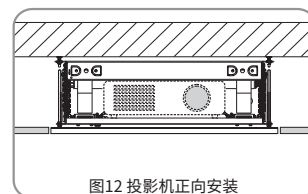
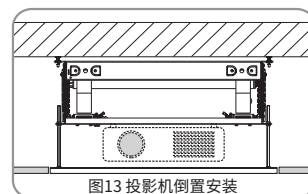

图12 投影机正向安装
图13 投影机倒置安装
8. 放置投影机，根据你的安装环境，可以选择正向安装投影机（图12）或者倒置安装（图13）。